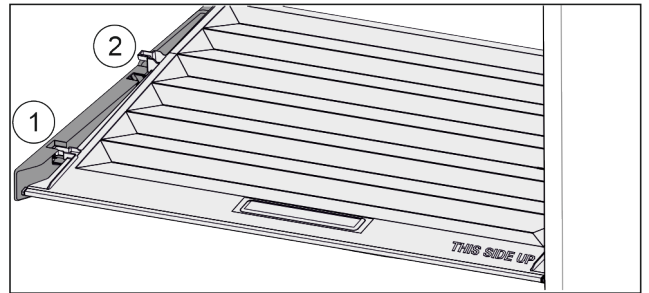

Fig. 91
- Deksel tot de opening in de vasthouddelen naar voren trekken Fig. 91 (1).
- Aan de achterkant vanaf de onderkant omhoog tillen en vanaf de bovenkant verwijderen Fig. 91 (2).